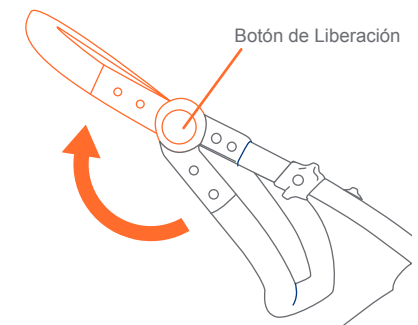

Fig. 7
- 7) • Para ajustar la manija, aprieta los dos botón de Liberación a la misma vez para ajustar a un nivel cómodo (Fig. 7).